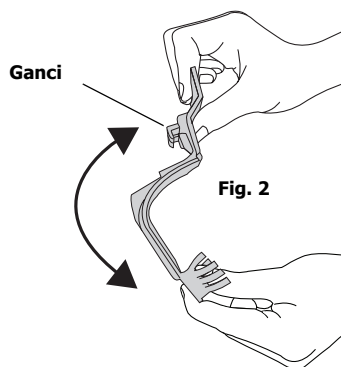

Fig. 2
2. Mantenendo l'estremità superiore e inferiore della leva del rubinetto, piegare con delicatezza la leva nel punto centrale [Fig. 2].